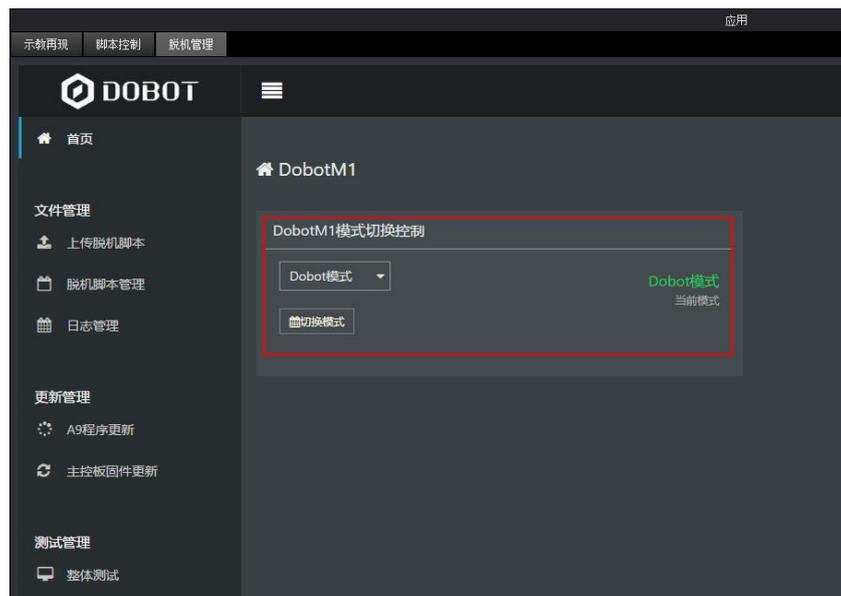

图 5.12 Dobot M1 状态
- 仅Dobot M1处于Dobot模式时，M1Studio才能与Dobot M1连接。可在“工具 > 脱机管理”的首页查看Dobot M1的当前模式，如图 5.12所示。详细请参见6.8 在线管理操作。